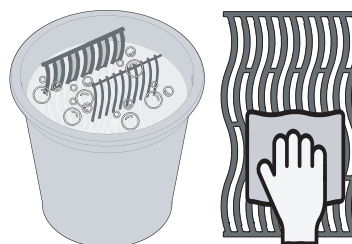

Abb. 3
- Waschen Sie die Roste von Hand mit Wasser und mildem Geschirrspülmittel, um Rückstände aus dem Herstellungsprozess zu entfernen. Nicht im Geschirrspüler waschen. (Abb. 3)